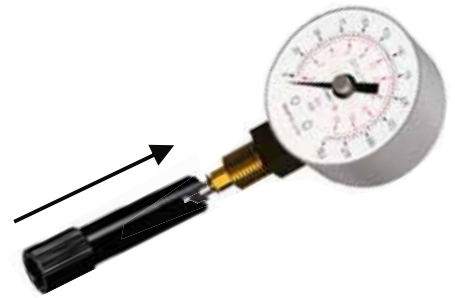

図1
- 3 保護カバーの下端を上向きにして注射針に被せ（図1参照）、注射針を押し込んでしっかり固定させます。